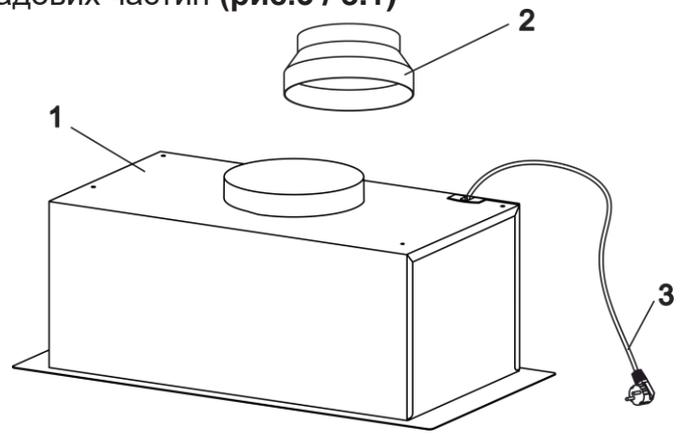

Рис.3
УВАГА! Додатково виріб виготовляється з наступними декоративними елементами (рис.3):
5.3 Витяжка складається з наступних складових частин (рис.3 / 3.1)